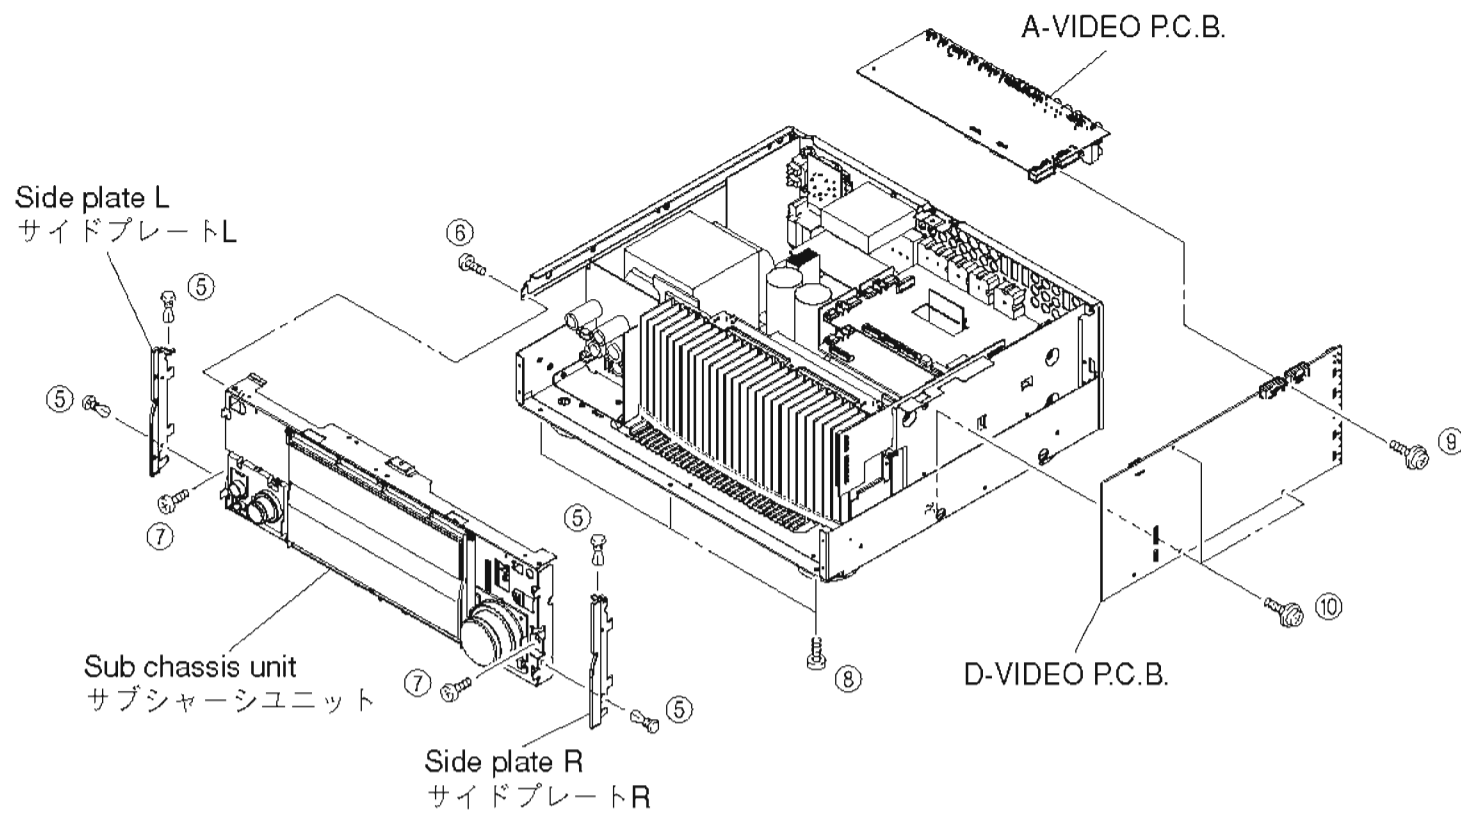

Fig. 2
- a. Remove 4 push rivets (⑤) and then remove the side plates L/R. (Fig. 2)
- b. Remove 1 screws (⑥), 2 screws (⑦) and 3 screws (⑧). (Fig. 2)
- d. Remove the sub chassis unit forward. (Fig. 2)
- a. ⑤のプッシュリベット4本を外し、サイドプレートL/Rを取り外します。(Fig. 2)
- b. ⑥のネジ1本、⑦のネジ2本、⑧のネジ3本を外します。(Fig. 2)
- d. サブシャーシを前方に取り外します。(Fig. 2)
- Remove 1 screw (⑨), 3 screws (⑩). (Fig. 2)
- Remove the D-VIDEO P.C.B. which is connected directly to the A-VIDEO P.C.B. with connectors. (Fig. 2)
- Remove the A-VIDEO P.C.B.. (Fig. 2)
- ⑨のネジ1本、⑩のネジ3本を外します。(Fig. 2)
- D-VIDEO P.C.B.を取り外します。ただし、D-VIDEO P.C.B.は、A-VIDEO P.C.B.と直接コネクタ接続されています。(Fig. 2)